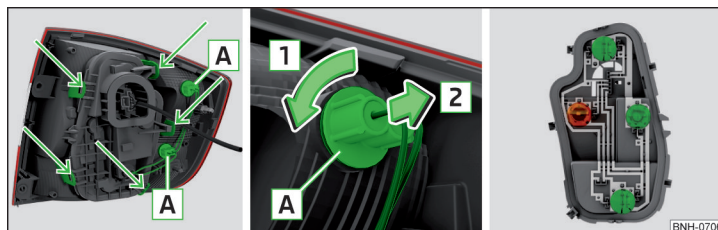

Fig. 271 Parte exterior de las luces/ extraer la bombilla/ soporte de luces
- › Girar el portalámparas con la bombilla **A** en el sentido de la flecha **1** » fig. 271.
- › Desbloquee el portalámparas en las áreas señaladas con las flechas » fig. 271 y extraiga el portalámparas de la luz.